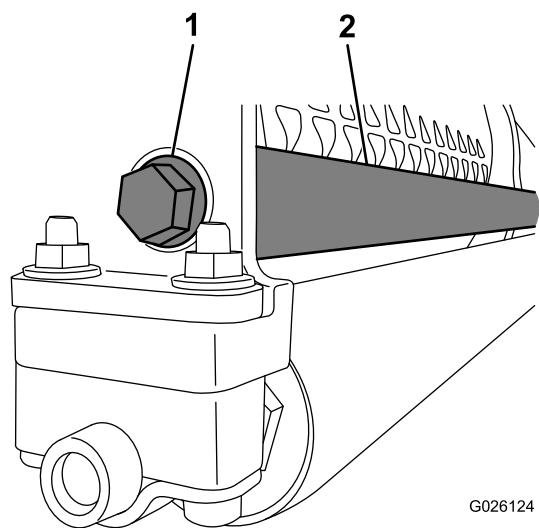

図 15
- フランジヘッドボルトを使って、ウェイトロッドのねじ切り側の端部をフレームに固定する **図 15**。